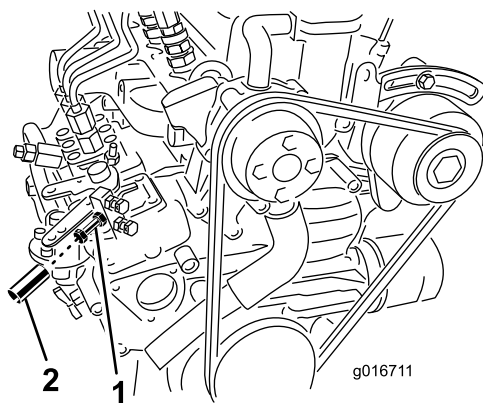

Figure 5
3. À l'aide d'un compte-tours et de la vis de réglage du papillon sur le moteur (Figure 5), réglez le régime moteur à 3 200 tr/min maximum, puis serrez l'écrou de blocage sur la vis de réglage.
5. Glissez le tube d'aluminium sur la vis de réglage et l'écrou de blocage (Figure 5) et sertissez-le sur la vis pour prévenir tout nouveau réglage de cette dernière.